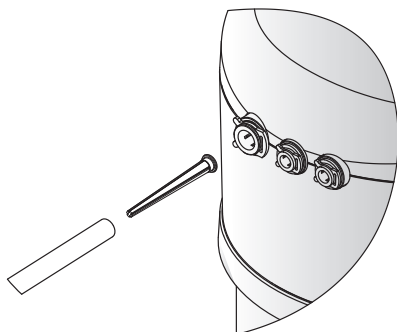

Рис. 6. Установка щелевой вставки
Установка щелевой вставки** (рис. 6)
- Установите щелевую вставку в трубку 3/8" (9,5 мм) как указано на рис. 6 и подсоедините данный конец трубки к водоочистителю.
- Извлеките щелевую вставку из трубки (см. рис. 6 на стр. 7).